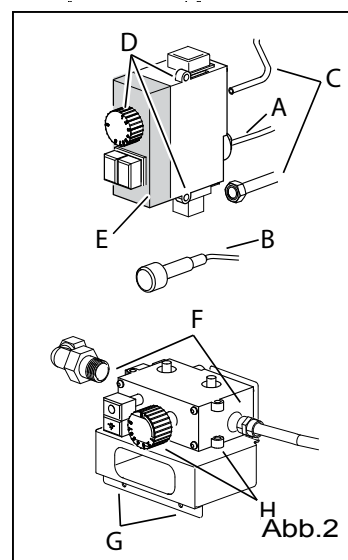

Abb.2
- Das Kabel von der Piezozündung trennen (Abb. 2/B)
- Das Thermoelement und die Anschlüsse für Gaszufuhr und Gasausgang abschrauben (Abb. 2/A+C)
- Den Drehknopf und die Befestigungsschrauben des Ventils entfernen (Abb. 2/D)
- Die Kunststoffabdeckung abnehmen (Abb. 2/E)
- Das Thermoelement und die Anschlüsse für Gaszufuhr und Gasausgang abschrauben (Abb. 2/ F)
- Den Träger und das Ventil abschrauben (Abb. 2/G)
- Den Drehknopf und den Ventilträger entfernen (Abb. 2/H)